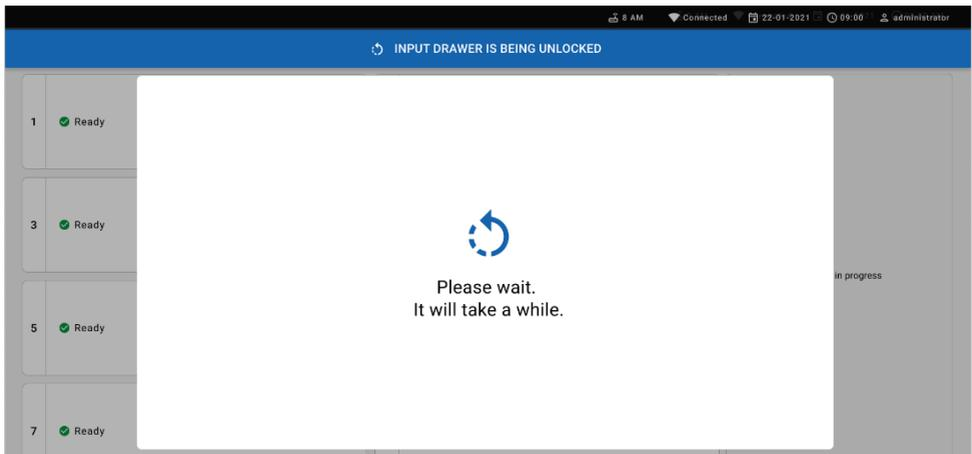

Abbildung 54. Warte-Dialogfeld, während Eingabeschublade entsperrt wird.
5. Warten Sie, bis die Eingabeschublade entsperrt ist (Abbildung 54).